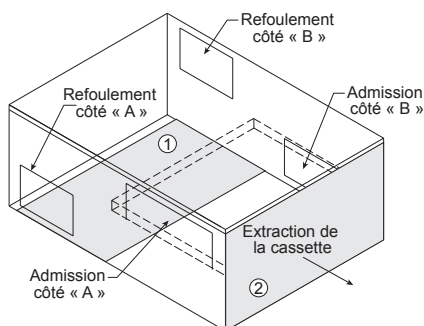

Figure 2
1. Le panneau d'accès 1 (Figure 2) permet d'accéder à :
2. Le panneau d'accès 2 (Figure 2) permet d'accéder à :